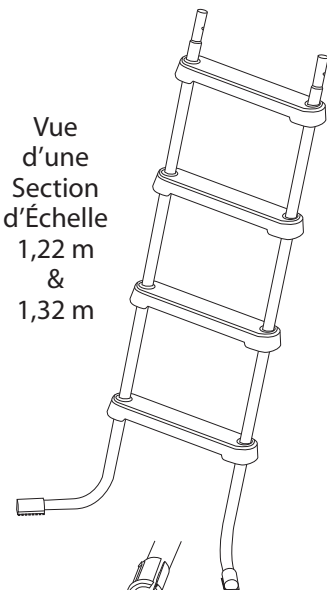
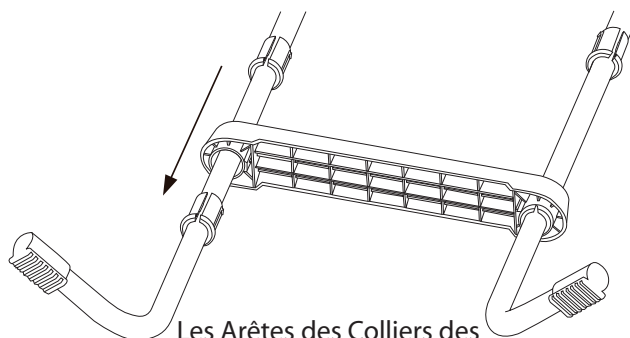

Fig. 1
Fig. 2
- Séparez les pattes de l'échelle (40) - 2 pièces du côté gauche et 2 du côté droit. Repérez les inscriptions «L» et «R» (gauche et droit) dans le haut des pattes.
- Commencez avec une des sections de patte identifiée «R» (40). Forcez délicatement le collier de fixation des marches (44), de façon à le faire passer par-dessus la patte de l'échelle, puis faites-le glisser vers le bas jusqu'à la portion renfoncée inférieure, tel qu'illustré à la Fig. 1. L'arête du collier des marches doit être orientée vers l'intérieur de l'échelle, tel qu'illustré en Fig. 2. Répétez pour la section gauche identifiée «L».
- Faites glisser une marche (42) le long des deux sections de patte. Assurez-vous que le côté de la marche identifiée par un «R» se trouve sur la patte de droite. Faites glisser la marche jusqu'à ce que les colliers (44) s'insèrent dans le côté inférieur de la marche et que les arêtes des colliers s'enclenchent solidement. Les colliers des marches doivent demeurer en place dans la partie renfoncée des pattes de l'échelle lorsque vous les installez. Une fois posés, les colliers doivent affleurer le bas de la marche. Voir la Fig. 2.
- Répétez les étapes 2 et 3 pour installer les autres colliers des marches (44) et marches (42) de la première section.
- Les vis de mécanique (45) doivent être insérées par le côté intérieur de la poignée (41), vers l'extérieur, à travers les entretoises avec l'étiquette de sécurité (49) sur l'extérieur. Vérifiez que l'étiquette de sécurité en français est posée à l'extérieur des deux sections de poignées. Posez la rondelle frein (47) et vissez l'écrou borgne (48) pour fixer solidement l'entretoise contre la poignée de l'échelle.